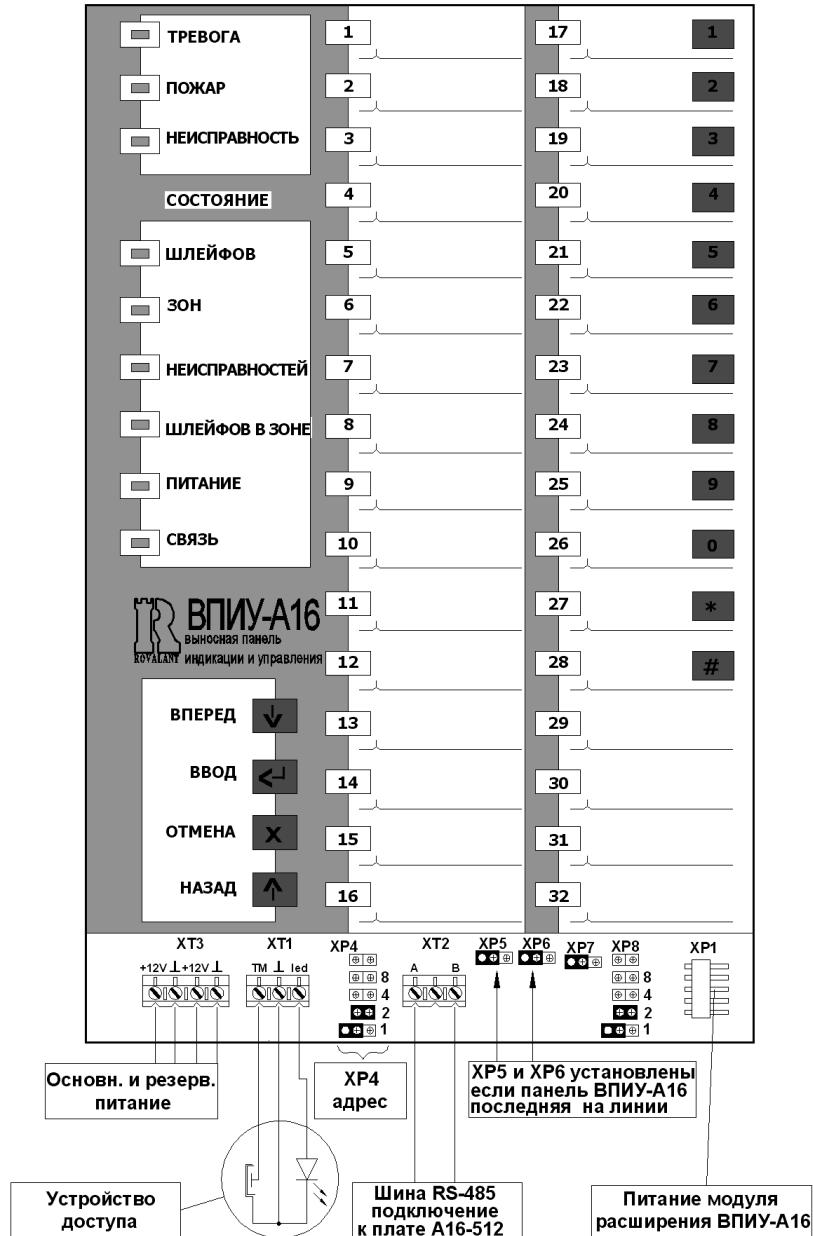

Рисунок 9 – Внешний вид выносной панели индикации и управления ВПИУ-А16
5.1.5.2 Назначение группы перемычек (переключателей), рисунок 9: